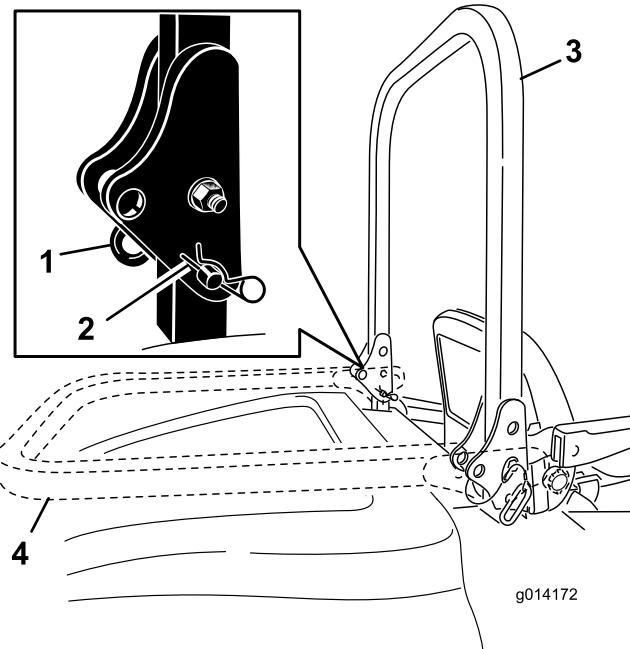

Figura 10
1. Para bajar la barra anti-vuelco, retire los pasadores de horquilla, empuje la barra hacia adelante contra los muelles, y retire los dos pasadores (Figura 10).
2. Coloque la barra antivuelco en la posición de bajada (Figura 10).
3. Instale los dos pasadores y fíjelos con los pasadores de horquilla (Figura 10).
4. Para elevar la barra anti-vuelco, retire los pasadores de horquilla y retire los dos pasadores (Figura 10).
- Eleva la barra anti-vuelco a la posición vertical, instale los dos pasadores y fíjelos con los pasadores de horquilla (Figura 10).